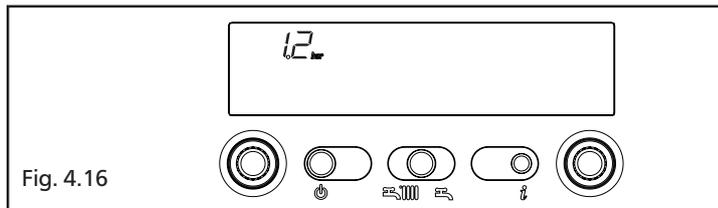

Fig. 4.16
**Info 2** visualizza la pressione di carica impianto (fig. 4.16)